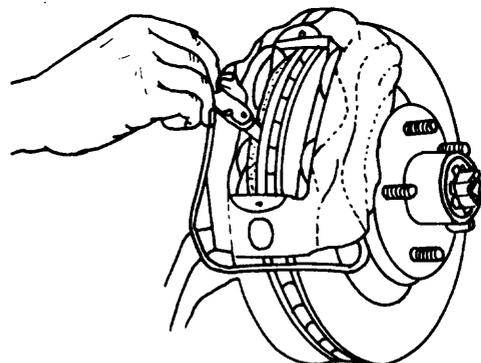

Fig. 10
- ___ a Mida la tolerancia entre las pastillas de frenaje y el disco, asegurándose que coinciden con las especificaciones (fig. 10).